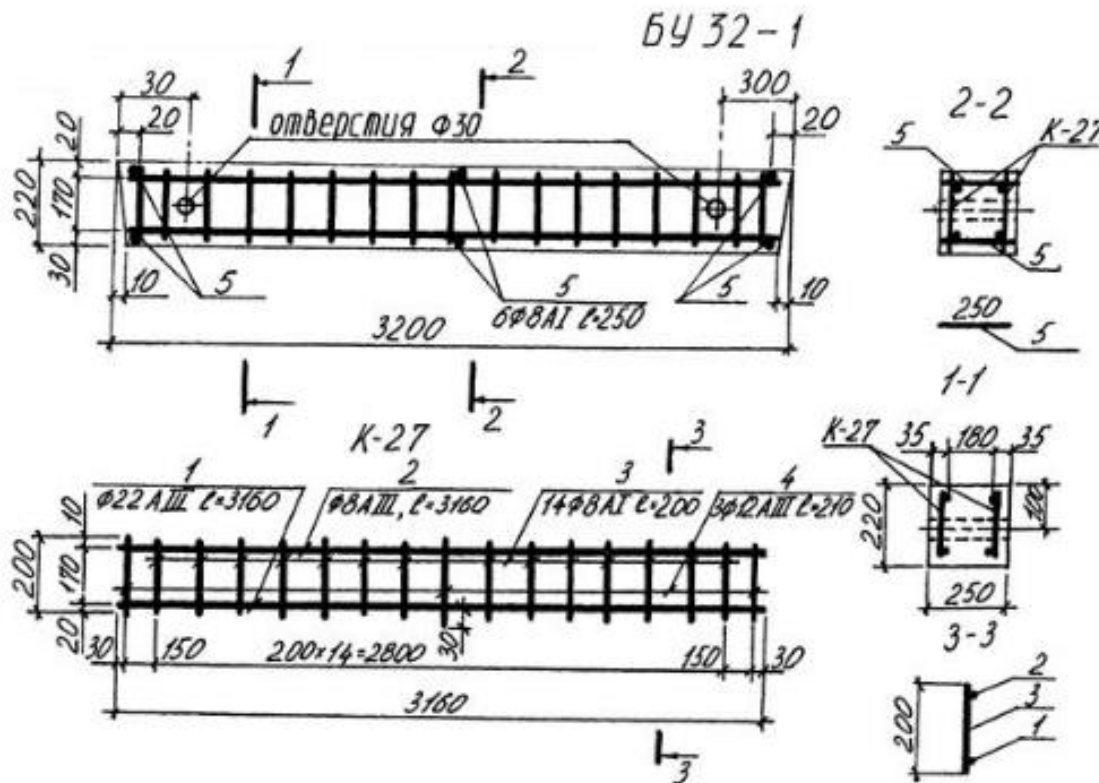

Рис. 94 Пример оформления чертежа железобетонных конструкций
3. Выполнить схему армирования основного каркаса изделия, рис.94